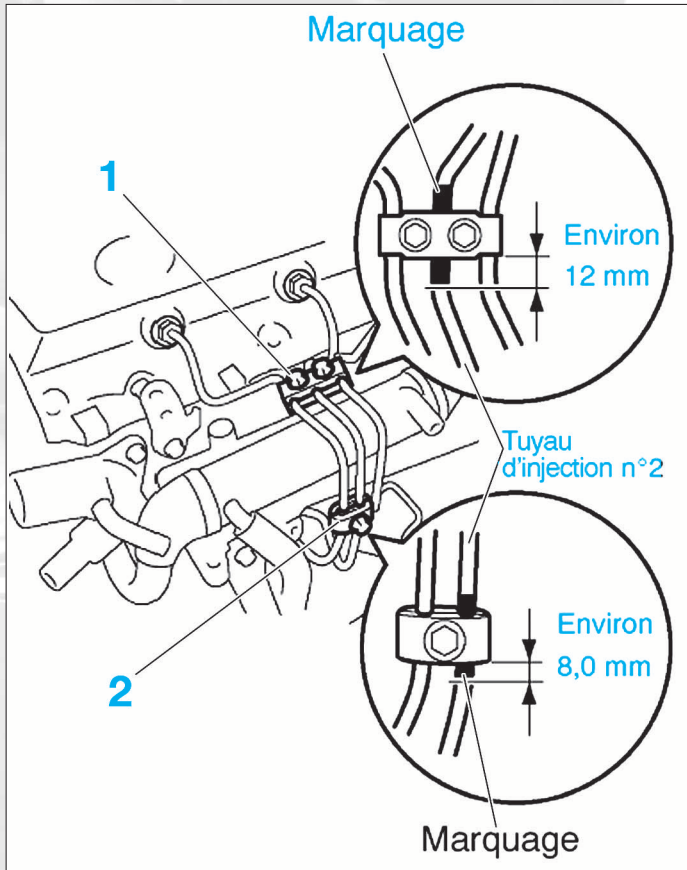

FIG. 61
- veiller à poser les attaches (1 et 2) dans la position correcte, indiquée par les marquages apposés sur le tuyau d'injection n° 2. Si les marquages apposés sur le tuyau d'injection n° 2 ne sont plus visibles, poser les attaches (1 et 2) comme indiqué sur l'illustration (fig. 61).